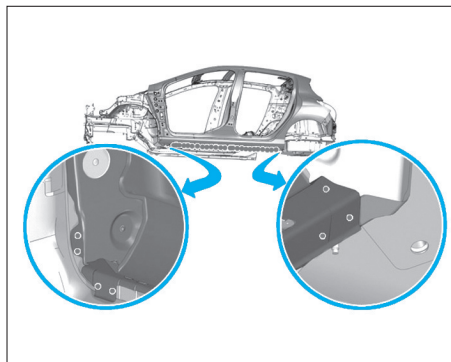

FIG. 59
- par pointages électriques (Fig.59),